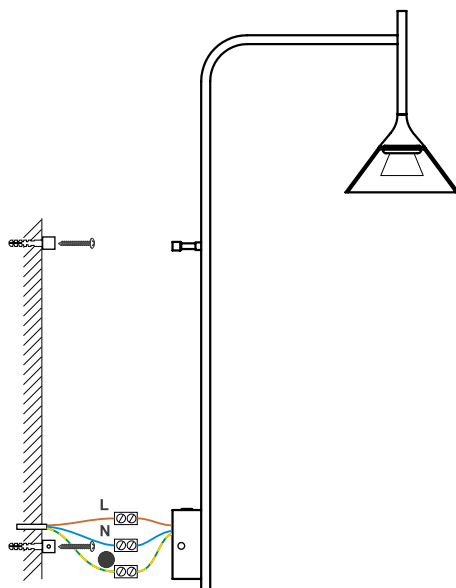

Рис. 2. Установка и подключение светильника
- 3.5. Присоедините корпус светильника к основаниям и закрепите винтами, как показано на рис.2.